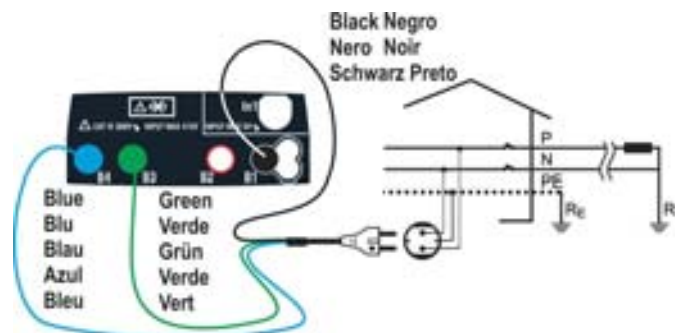
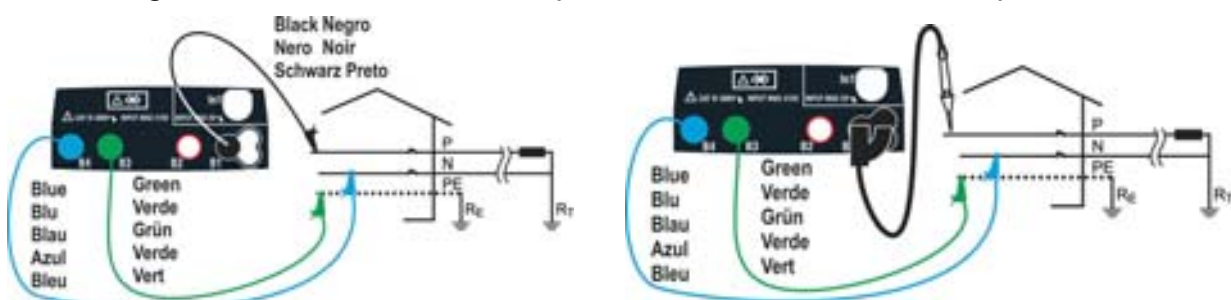
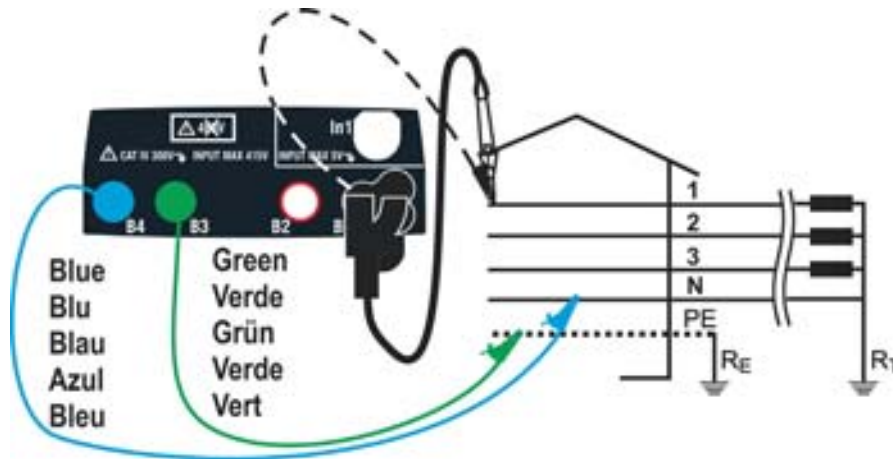
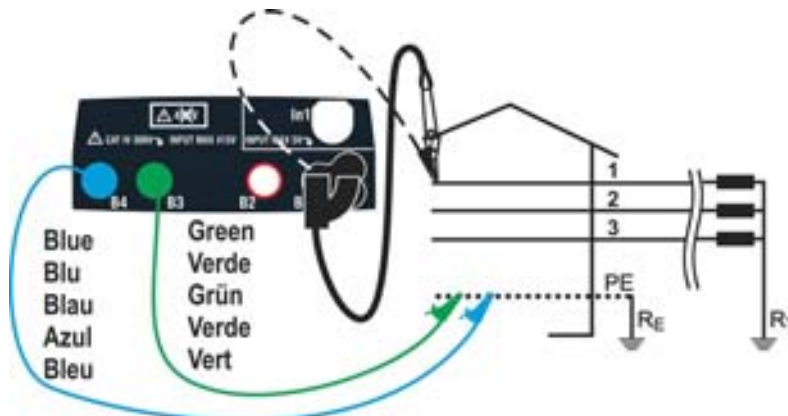

Fig. 18: Misura P-N/P-PE in impianti monofase 230V tramite spina shuko
Fig. 19: Misura P-N/P-PE in impianti monofase/bifase 230V con cavi e puntale remoto
Fig. 20: Misura P-N/P-PE in impianti trifase 400V+N+PE con cavi singoli e puntale remoto
Fig. 22: Misura P-PE/P-N in impianti 400V + PE (no N) con cavi singoli e puntale remoto
4. Eseguire la calibrazione preliminare dei terminali di misura come descritto nel § 6.4.2. Connettere la spina shuko, i coccodrilli od il puntale remoto alla rete elettrica in accordo alle Fig. 18, Fig. 19, Fig. 20 e Fig. 22